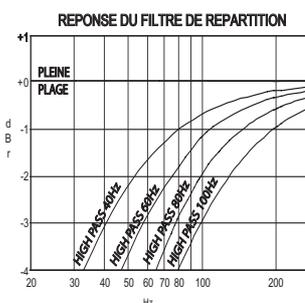

FIGURE 8
- 9. Bi-amplification (sélection de la bande de fréquences de recouvrement) :** Si on utilise des haut-parleurs de type satellite plus petits, associés à un subwoofer actif (voir la section **PRE OUT 2 [SORTIE PREAMPLI 2]** sous Branchements et commandes sur la face arrière), le M3 permet de configurer la plage de fréquences de recouvrement afin d'optimiser la réponse vers les graves des haut-parleurs. Appuyer sur le bouton **biamp** pour accéder à la séquence des filtres. Une pression de plus d'une seconde fera avancer la sélection de la plage de fréquences de recouvrement dans l'ordre BIAMP CROSSOVER FULL RANGE [PLEINE PLAGE DE RECOUVREMENT BI-AMPLIFICATION], HIGH PASS 40 Hz [PASSE-HAUT 40 Hz], HIGH PASS 60 Hz [PASSE-HAUT 60 Hz], HIGH PASS 80 Hz [PASSE-HAUT 80 Hz], HIGH PASS 100 Hz [PASSE-HAUT 100 Hz], puis retour à FULL RANGE. Relâcher **biamp** pour arrêter la séquence.. Voir les exemples de diagrammes réponses en fréquence de recouvrement de la figure 8. Pour brancher un subwoofer, voir Branchements et commandes sur la face arrière ; **PRE OUT 2 [SORTIE PREAMPLI 2]**.